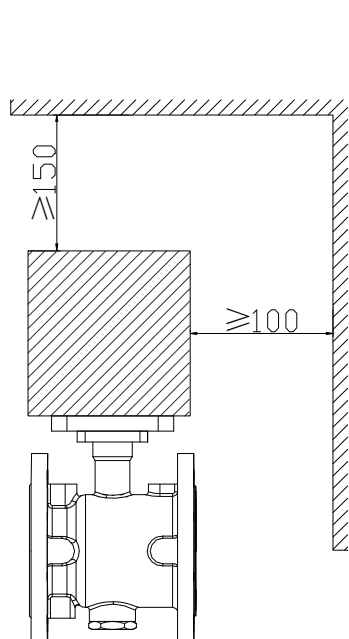

图 1
1. 必须预留给执行器足够的拆装空间, 如图 1, 执行器距离顶端不小于 150mm, 距离左右两侧不小于 100mm。